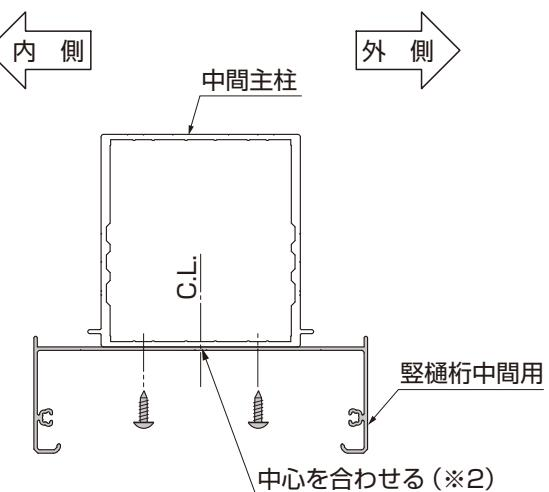

図18-13 豊の取付け(中間部分)
- 豊桁中間用は、中間主柱と中心(※2)を合わせて取付けてください。(図18-13参照)